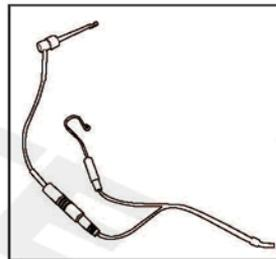

Рис. 4
3.2.2 Вставьте файлодержатель и загубник в соответствующие разъемы на соединительном шнуре. [Рис. 4]